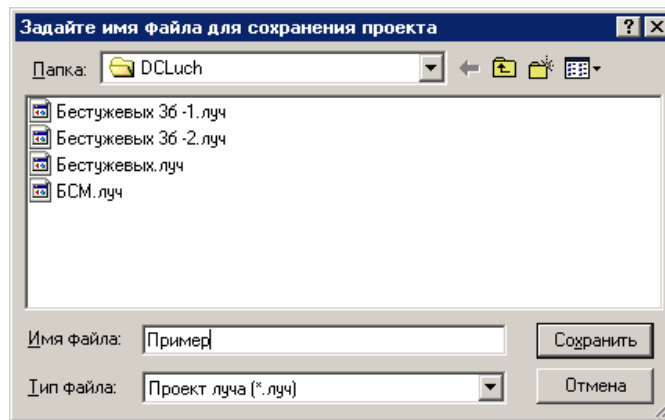

Рисунок 13 – Сохранение файла проекта луча
2. Выполнить команду **Файл \ Сохранить**. Откроется окно для сохранения файла (рисунок 13). Требуется указать имя файла (проекта луча) и текущую папку, где будет храниться этот файл. По умолчанию используется папка DCLuch.